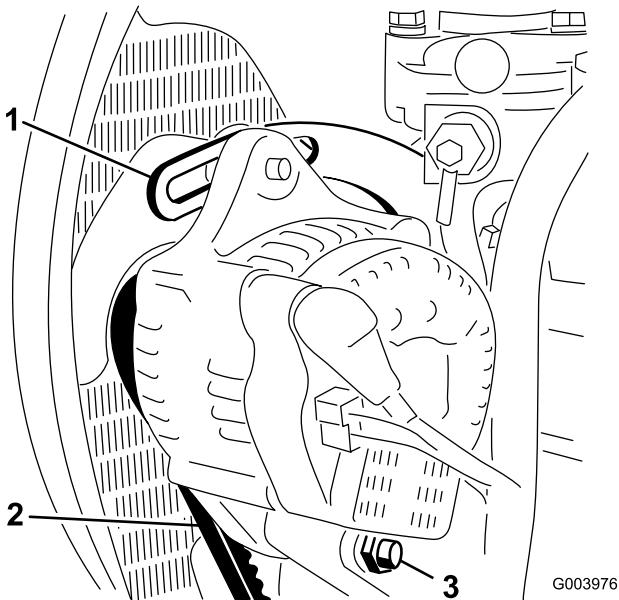

Figura 75
2. Compruebe la tensión de la correa del alternador flexionándola (Figura 75) en el punto intermedio entre las poleas del alternador y del cigüeñal con una fuerza de 10 kg.
3. Afloje el perno que fija el tirante al motor (Figura 75), el perno que fija el alternador al tirante y el perno de pivot.